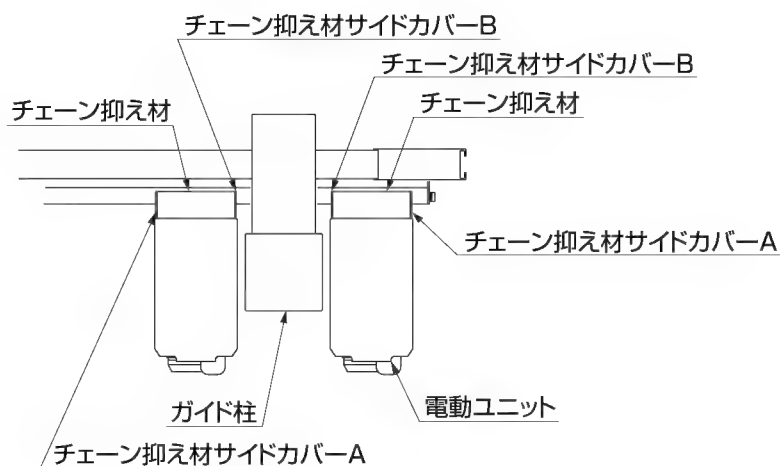
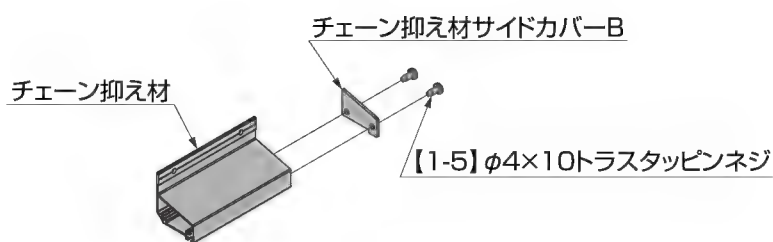

図6-1
図6-2
- ①方向を確認してチェーン抑え材にチェーン抑え材サイドカバーBを【1-5】で取付けてください。（図6-1、図6-2参照）